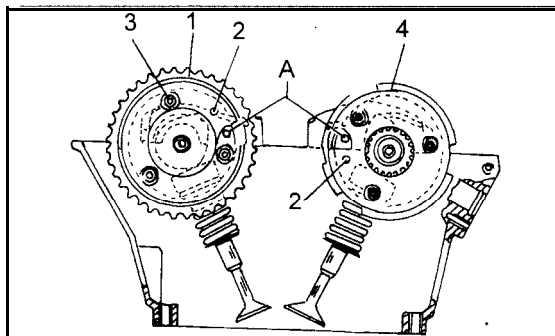

Bild 23
- Die 16 Becherstößel sind an Steilen (4) eingesetzt.
- Zur Schmierung der Becherstößel sind an Stellen (5) zwei Ölschmierbohrungen eingearbeitet, d.h. insgesamt 16 Bohrungen sind im Kopf vorhanden.
- Die Nockenwellen werden in der Werkstatt gegen Verdrehung gesperrt. Dazu werden zwei Sperrstifte (111 589 01 15 00) benutzt, die an den in Bild 22 gezeigten Stellen eingesetzt werden. Falls man diese nicht zur Verfügung hat, muss man sicherstellen, dass sich die Nockenwellen nicht verdrehen können, nachdem man sie in die richtige Stellung gebracht hat (siehe auch Bild 23).
● Die vier in Bild 23 gezeigten Kombischrauben aus der Innenseite des Steuergehäuses herausdrehen. Dies sind die in Bild 28 mit „A“ bezeichneten Schrauben. Beim Einbau werden sie mit 21 Nm angezogen. Zum Lösen wird ein Innensechskantschlüssel benutzt.